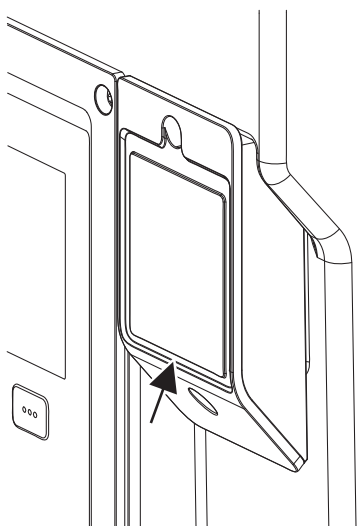

Fig. 27: Pārsegs Wilo-Smart Connect modulim BT
1. Atskrūvējiet Wilo-Smart Connect moduļa pārsega skrūvi (Fig. 27) un atveriet pārsegu.
Wilo-Smart Connect moduli BT tā konstrukcijas dēļ var iespraust tikai vienā pozīcijā. Papildu moduļa fiksācija netiek veikta. Wilo-Smart Connect moduļa pārsegs (Fig. 27) uz elektronikas moduļa augšdaļas cieši notur moduli saskarnē.